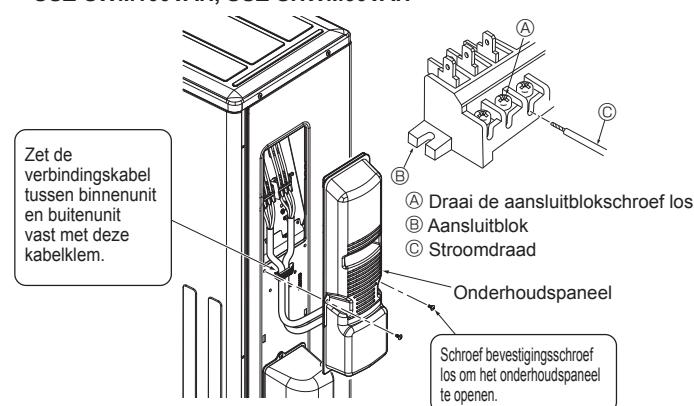
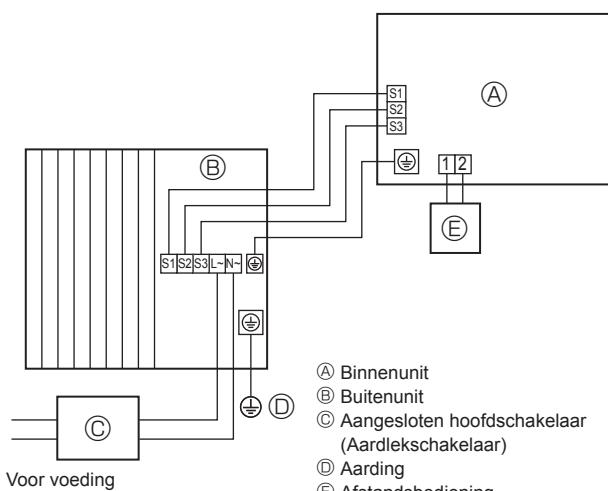

Fig. 6-3
Fig. 6-1
6.1. Buitenunit (Fig. 6-1, Fig. 6-2, Fig. 6-3)
- ① Verwijder het onderhoudspaneel.
- ② Sluit de kabels aan volgens Fig. 6-1, Fig. 6-2 en Fig. 6-3.